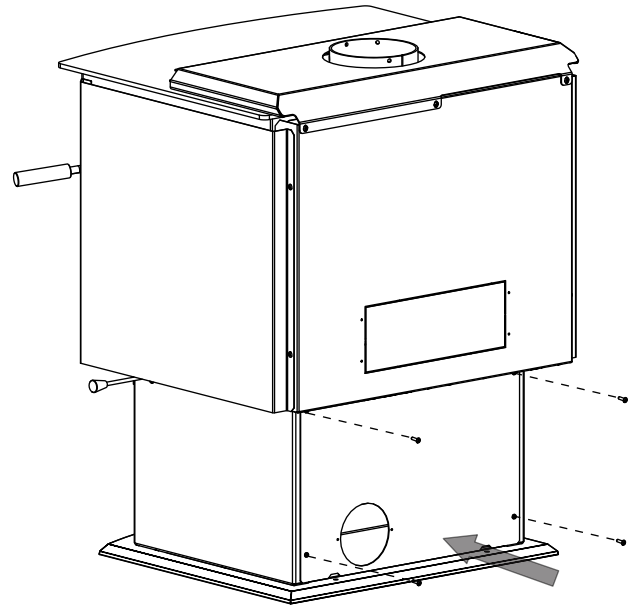

Fig. 2-2
2. Installez quatre vis (fournies) pour fixer la plaque arrière en position (**Fig. 2-2**).